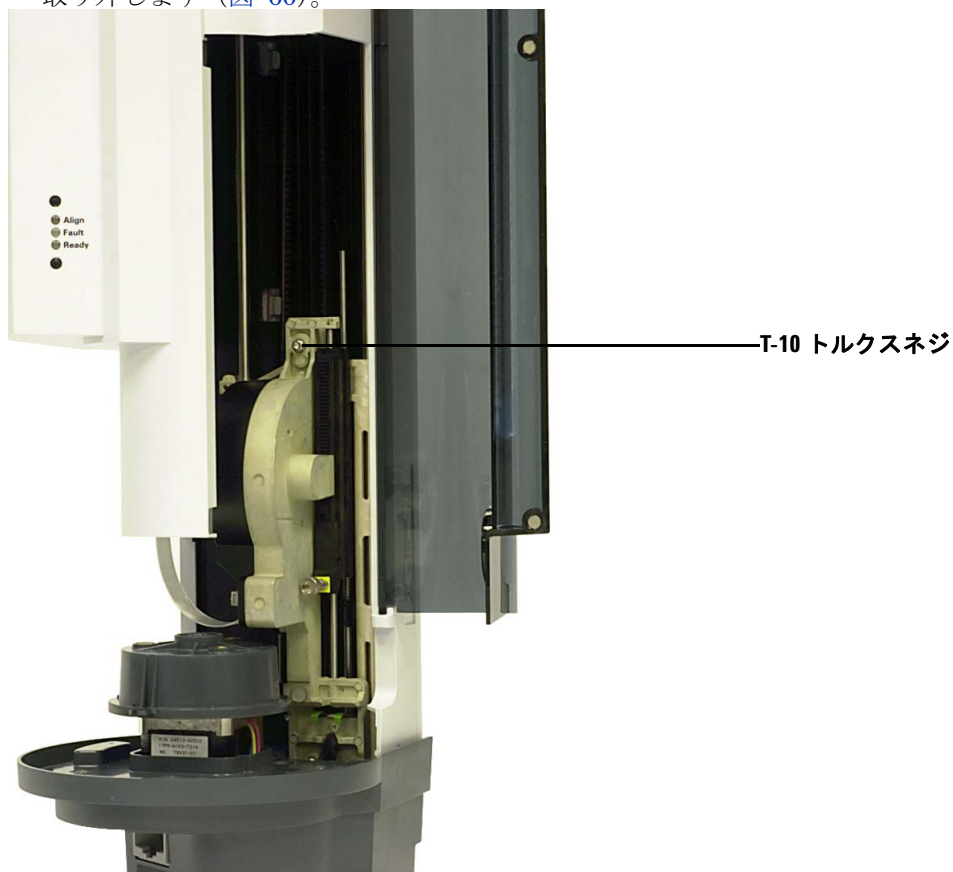

図 60 シリンジキャリア上部の T-10 トルクスネジを取り外す
- 4 シリンジキャリアアセンブリの上部の T-10 トルクスネジを完全に緩めて、取り外します (図 60)。